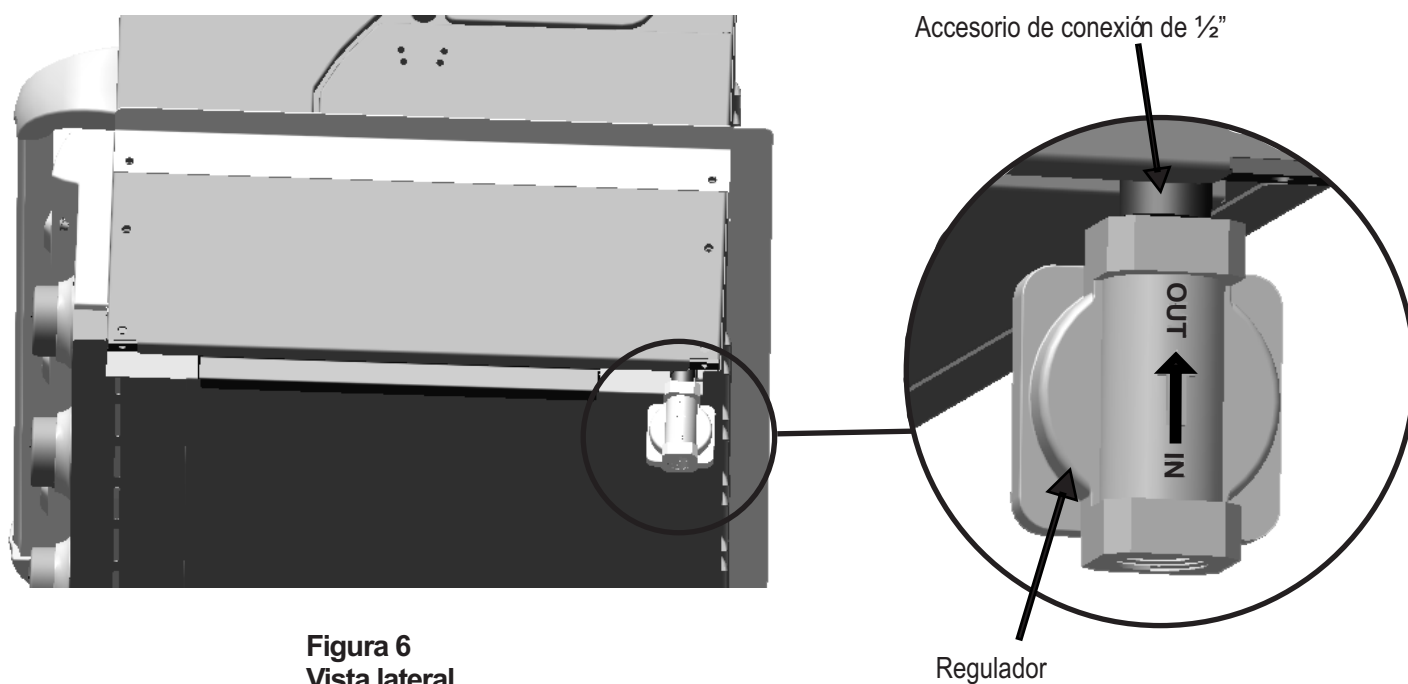

Figura 6
4. Conecte el regulador del aparato de gas natural (incluido) en el accesorio de conexión de 1/2", teniendo cuidado de conectar el lado de salida hacia el accesorio de conexión (vea la Figura 6). Los lados de entrada (IN) y salida (OUT) del regulador están marcados en la parte posterior del cuerpo del regulador.